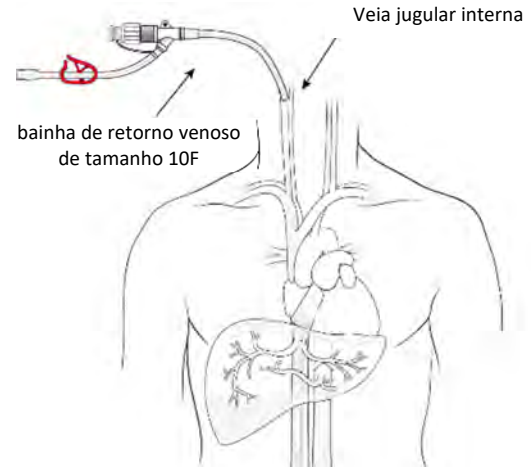

Figura 22
- (a) Ligue a torneira ao tubo da porta lateral da bainha. Utilizando a técnica de Seldinger padrão (com orientação ecográfica), insira a bainha de retorno venoso na veia jugular interna (de preferência na veia jugular interna do lado direito, ver Figura 22). Irrigue a bainha com soro fisiológico normal heparinizado. Feche a torneira. É necessário recurso a orientação sonográfica e uma punção única da parede anterior da veia para evitar a punção inadvertida da artéria carótida. Se a artéria carótida for punccionada inadvertidamente, o procedimento tem de ser abortado e adiado. Insira o obturador através da válvula após colocação da bainha.